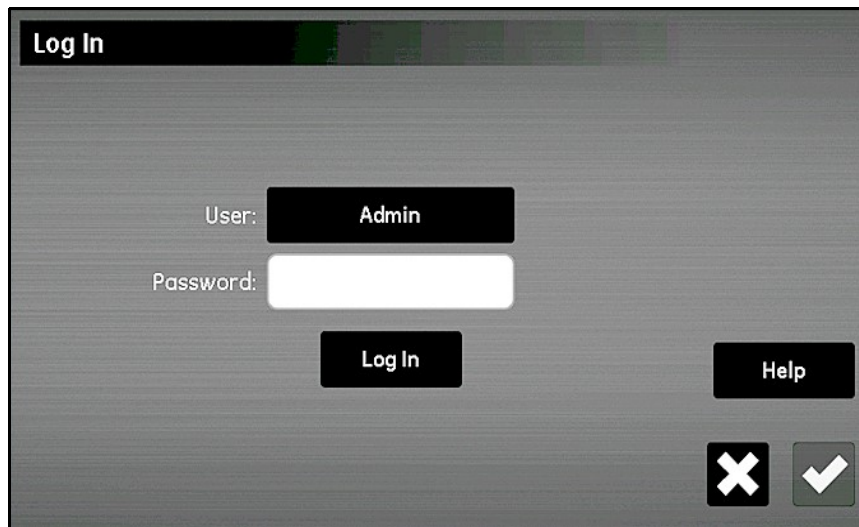

Figura 70: Pantalla de inicio de sesión
La cuenta **Admin** es la única que permite añadir, modificar o eliminar otras cuentas de usuario. Para iniciar sesión como **Admin**, seleccione **Configuración > Administración de usuarios**. Se abrirá una pantalla *Iniciar sesión* similar a la de la *Figura 70*.
1. En la pantalla *Menú Configuración* (consulte la *Figura 52 en la página 57*), pulse el botón **Administración de usuarios** para abrir la pantalla *Iniciar sesión* (consulte la *Figura 70 en la página 77*).